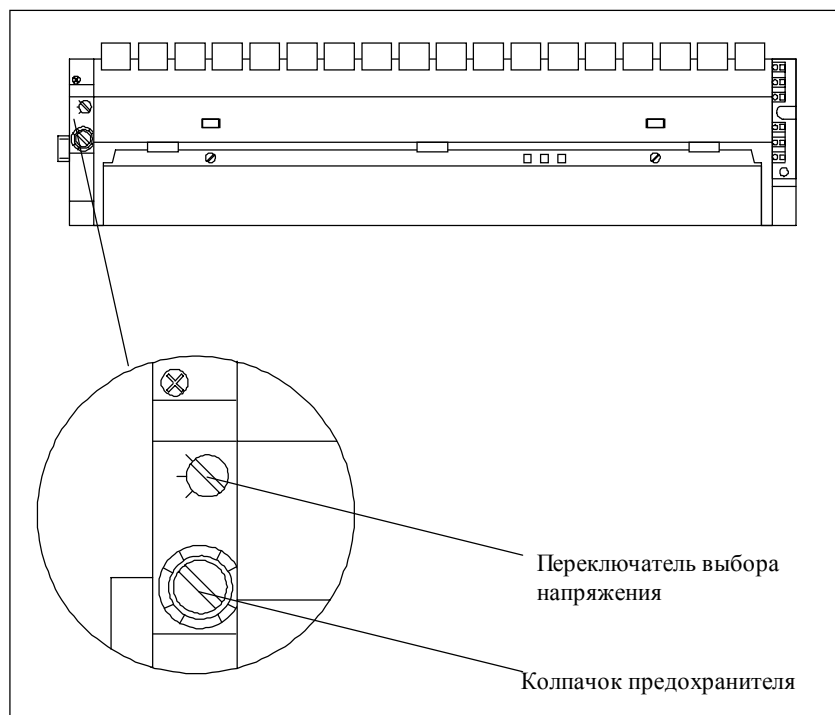

Рис. 9-2. Вид вентиляторного узла спереди
2. С помощью отвертки вывинтите колпачок предохранителя (рис. 9-2).